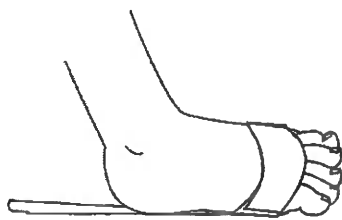

Рис. 4
- 4) Проверить правильность позиционирования и при необходимости изменить положение (см. Рис. 4).